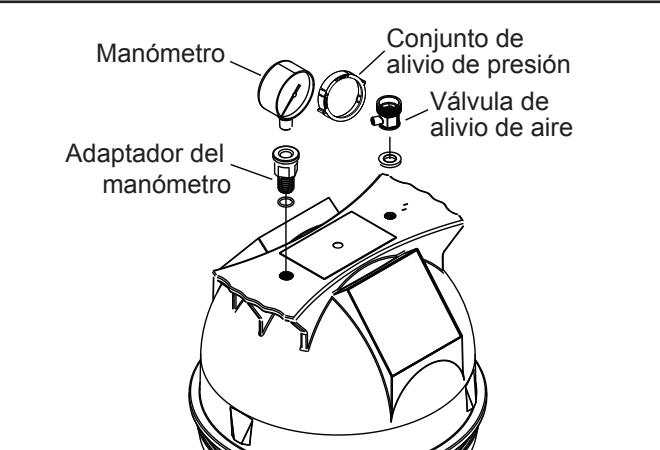

Figura 2. Manómetro y conjunto de alivio de presión
4. Instale el manómetro y el conjunto del adaptador en el orificio roscado con la marca "Pressure Gauge" (Manómetro) en la parte superior del filtro. Consulte la Figura 2.
5. Instale la válvula de alivio de aire en la apertura roscada con la marca "Air Release" (Alivio de aire) en la parte superior del filtro. Consulte la Figura 2.